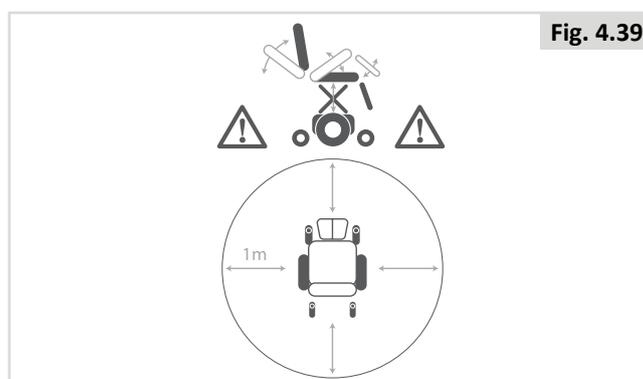

Fig. 4.39
- Comme avec tout organe mobile, veillez à ne pas vous pincer les doigts, (Fig. 4.39).